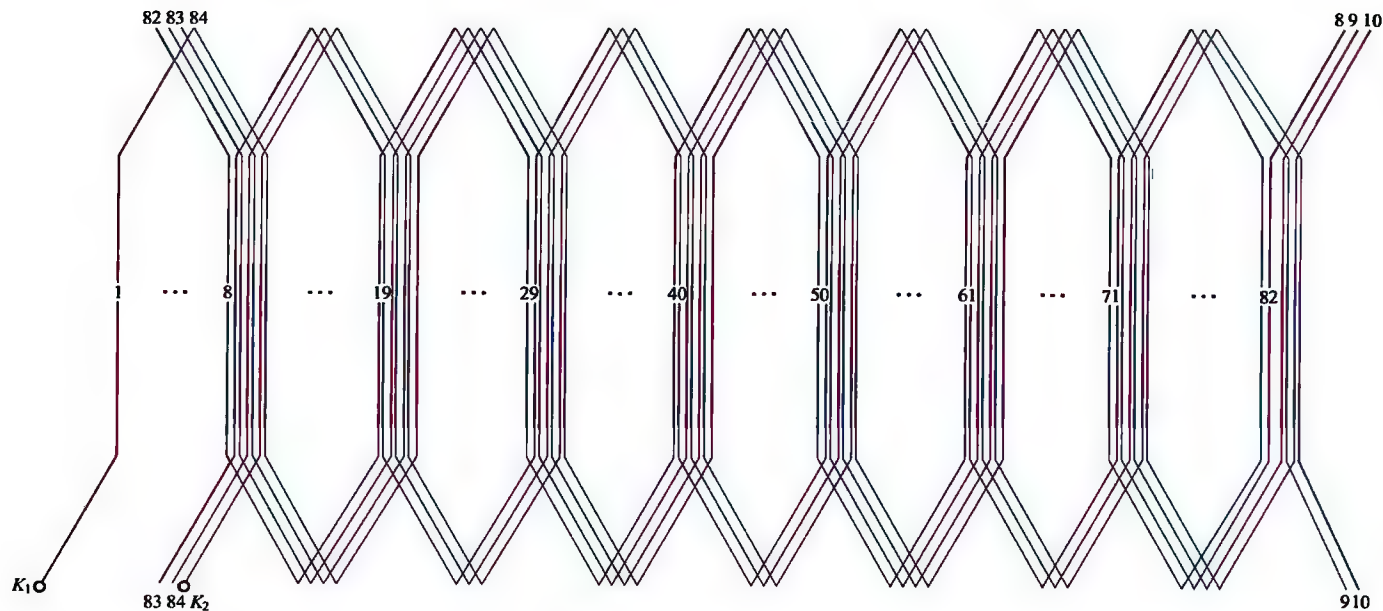

图 3-11 8 极 84 槽双层波绕组展开图
11. 8 极 84 槽双层波绕组展开图 (见图 3-11)